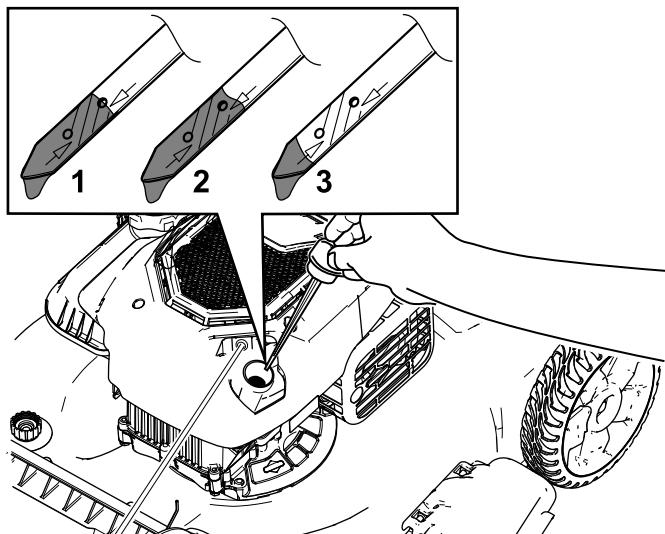

Figure 25
- Tournez le bouchon dans le sens antihoraire et sortez la jauge (Figure 25).
10. Relevez le niveau d'huile indiqué sur la jauge (Figure 25).